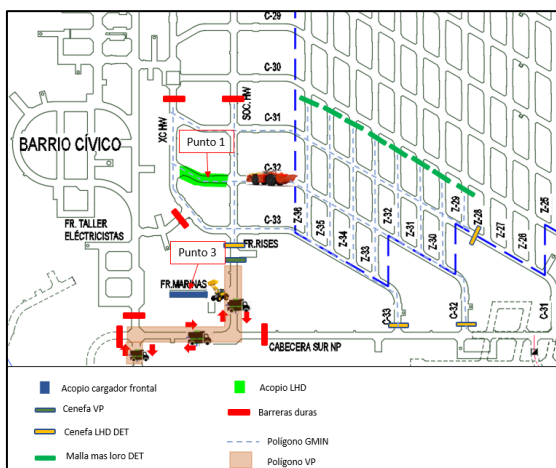

Ilustración 1: Primer escenario Manejo de Materiales NP
- a) LHD operando en polígono extracción GMIN el que incorpora C-33, C-32 y C-31 acopiando mineral en Punto 1 (Ilustración 1).
- b) Mientras LHD trabaja en Polígono DET acopiando en Punto 1, Cargador Frontal podrá trabajar libremente en Fr. Marinas cargando Tolvas sin interacción de LHD (Ilustración 1).